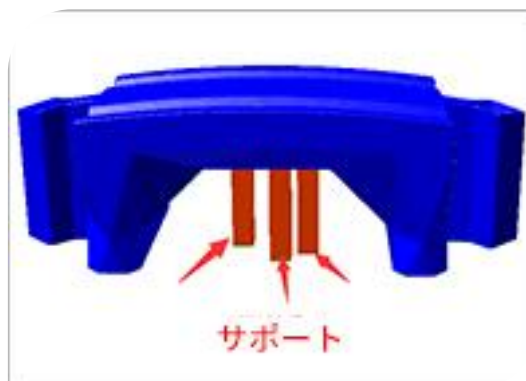

図 8, スライスされていない場合の手動サポートの概略図
(5)サポート充填速度 (単位 mm/s) : サポートは、印刷時に、モデルの宙に浮いた部分を重力のために脱落しないようにサポートするための補助構造であります。その構造はモデルにも似ていますが、印刷が完了すると削除する必要があります。推奨速度は 10-80mm/s です。図 8 は、説明を簡単にするためのデモンストレーションとして手動サポートを使用しています。